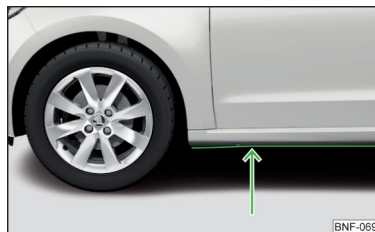

Fig. 94
- Inden du kører gennem vand, skal du finde ud af, hvor dybt det er. Vandstanden må maksimalt nå op til panelets nederste kant » Fig. 94.